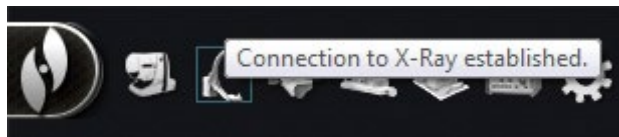

Figure 86. Infobulle affichant un résumé des messages d'état de radiographie
- **Infobulles (Figure 86) :** Tenez le curseur sur le bouton pour voir le résumé du message d'état dans une infobulle.